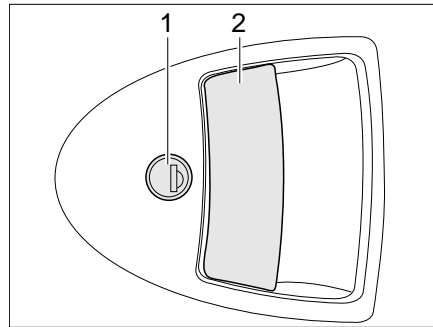

Bild 21 Türschloss, außen
- Schlüssel in Schließzylinder (Bild 21,1) stecken und im Uhrzeigersinn drehen, bis das Türschloss entriegelt ist.
- Am Türgriff (Bild 21,2) ziehen. Die Tür ist geöffnet.
- Schlüssel in Schließzylinder (Bild 21,1) stecken und entgegen dem Uhrzeigersinn drehen, bis das Türschloss verriegelt ist.